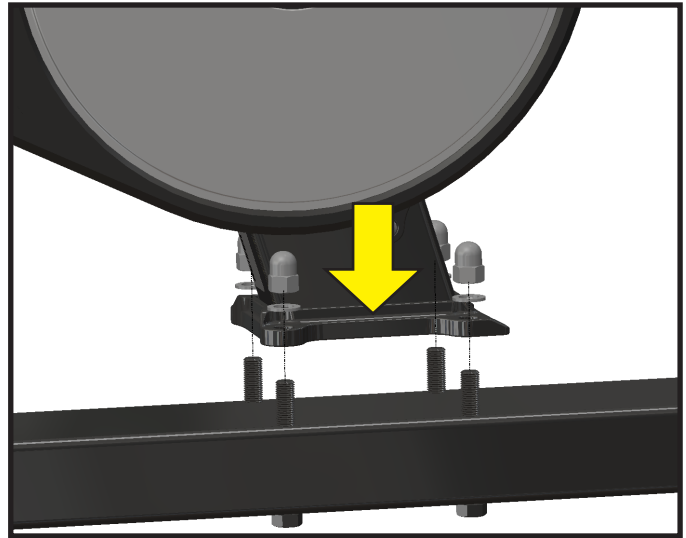

Abbildung 1: Ausrichtung des Bikes am Standfuß
1. Richten Sie die Bohrungen des Bikes an den Bolzen des Standfußes aus (siehe Abbildung 1). Das vordere Ende des Bikes muss in Richtung der Rollen am Standfuß zeigen.